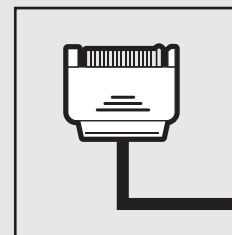

figure 1
- Verbinden Sie das Stromkabel der Pumpe mit einem verfügbaren SATA-Netzstecker (Abbildung 1).
- Sluit de voedingskabel van de pomp aan op een beschikbare SATA-stroomplug (afbeelding 1).
- Połącz przewód zasilający pompki z dostępną wtyczką zasilania SATA (rysunek 1).
- Подключите кабель питания насоса к доступному разъему питания SATA (Рис. 1).
- 连接泵电源线至可用 SATA 电源插头 (图 1)。